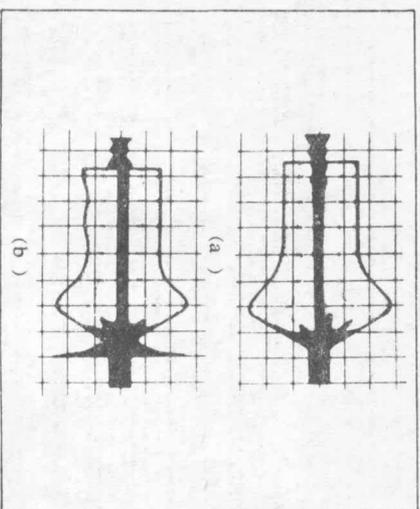
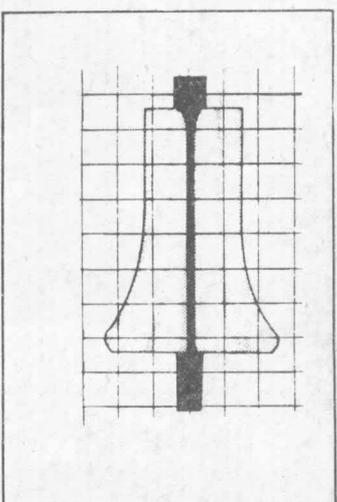
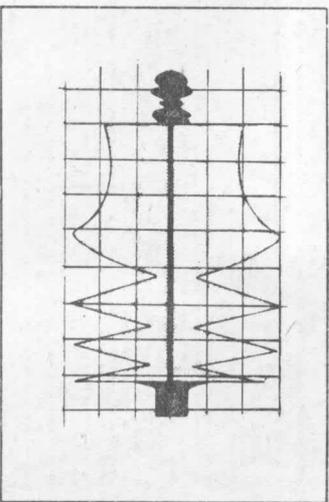

图 54
图 55
图 56
① 出口自由波形处于图 54(a)、(b) 所示范围时, 就进行第 5) 项调整。
② 出口自由波形的峰值小于图 54(a) (例如图 55) 时, 应拧松锁紧螺钉, 转动主导轴调整螺钉直至波形处于规定范围内为止。
③ 出口自由波形的峰值形状不同于图 54(b) (例如图 56) 所示时, 应拧松锁紧螺钉, 向顺时针方向转动主导轴调整螺钉直至该波形处于规定范围内为止。
5) 拧紧主导轴锁紧螺钉。(向顺时针方向转动, 直至停止为止。然后再转 30° 左右。这时, 出口自由波形会稍有改变; 若超出图 54(a)、(b) 所示范围, 则重新进行第 4) 项调整) 并进行调整。
7) 按照 (2)~(3) 节“出口调整步骤”4)、5) 项所述, 进行检查及调整。